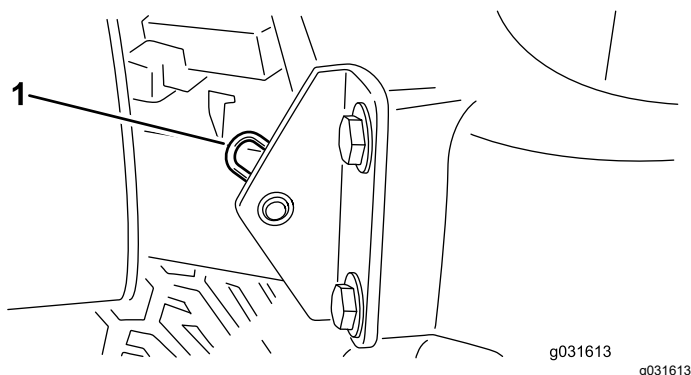

Figura 76
2. Retire el pasador que fija el pivote del capó a los soportes (Figura 76).